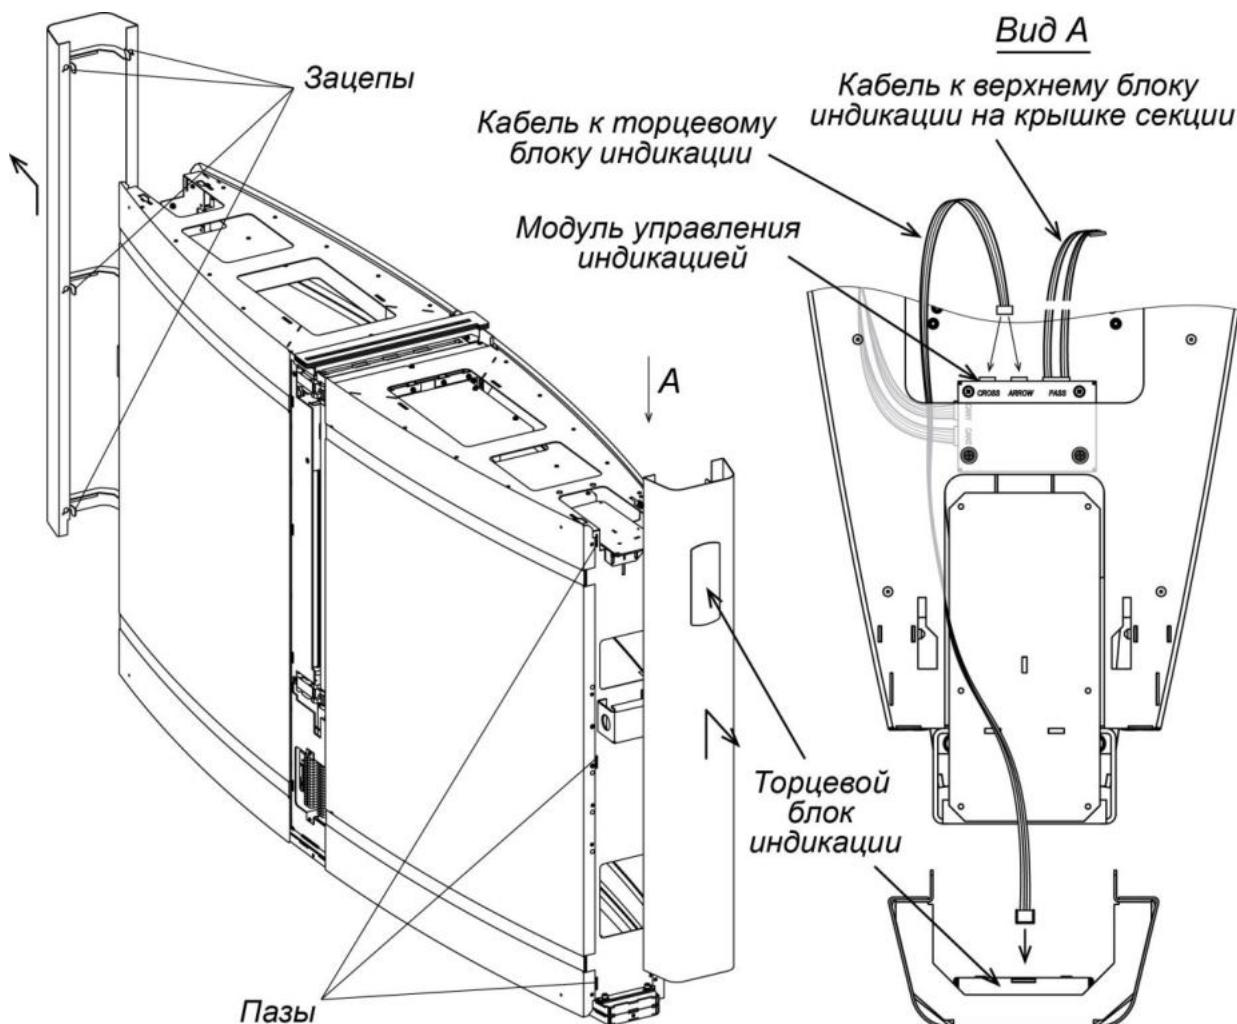

Рисунок 19. Демонтаж торцевой панели
- Демонтируйте торцевые панели (7) (см. разд. 8.7.1, рис. 19). Будьте аккуратны, не повредите соединительный кабель торцевого блока индикации (8)!
21. Распакуйте створки стеклянные (1), стекла заполнения (2), стеклянные крышки секций (3), центральные вставки (4) и боковые панели (6) (ящики №2, №4).
- Установите торцевые панели (7) (см. разд. 8.7.1, рис. 19). Панель с торцевым блоком индикации (8) должна монтироваться со стороны секции с модулем управления индикацией, при этом к торцевому блоку индикации необходимо подсоединить соответствующий соединительный кабель от модуля управления индикацией (см. рис. 19). Для отображения на торцевом блоке индикации белой стрелки соединительный кабель должен быть подключен к разъему **ARROW** модуля управления индикацией, для отображения красного креста – к разъему **CROSS**.
- Смонтируйте стеклянные крышки (3) (см. разд. 8.7.8, рис. 26), крышка с верхним блоком индикации (5) должна монтироваться со стороны секции с модулем управления индикацией, предварительно к верхнему блоку индикации необходимо подсоединить соответствующий соединительный кабель от модуля управления индикацией (см. рис. 19).
- Сдвиньте панель вверх вдоль торцевой стороны секции для вывода её из зацепов (допускается в качестве рычага использовать большую плоскую отвертку, вставленную в щель снизу панели), после чего аккуратно отведите её от секции (см. рис. 19) на расстояние около 10 см. Будьте осторожны и не повредите соединительный кабель!
Крышки с верхним блоком индикации должны устанавливаться со стороны секции с модулем управления индикацией, предварительно к верхнему блоку индикации необходимо подсоединить соответствующий соединительный кабель от модуля управления индикацией, см. рис. 19 и 26.